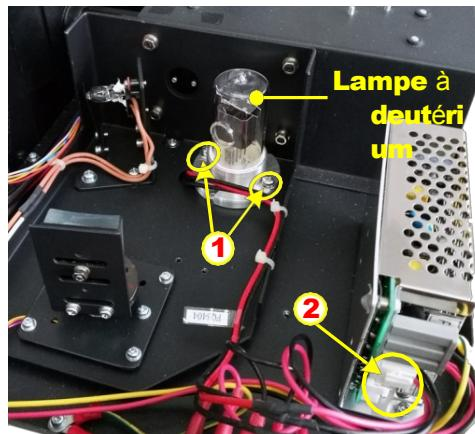

Fig. 7-5 Remplacement de la lampe à deutérium
- 5 ***Si votre spectrophotomètre est un modèle visible, passez directement à l'étape 6.*** Remplacez la lampe à deutérium (figure 7-5). Dévissez les deux vis de la lampe à deutérium (indiquées par le repère 1) dans le sens inverse des aiguilles d'une montre, puis retirez la fiche de la lampe à deutérium (indiquée par le repère 2),